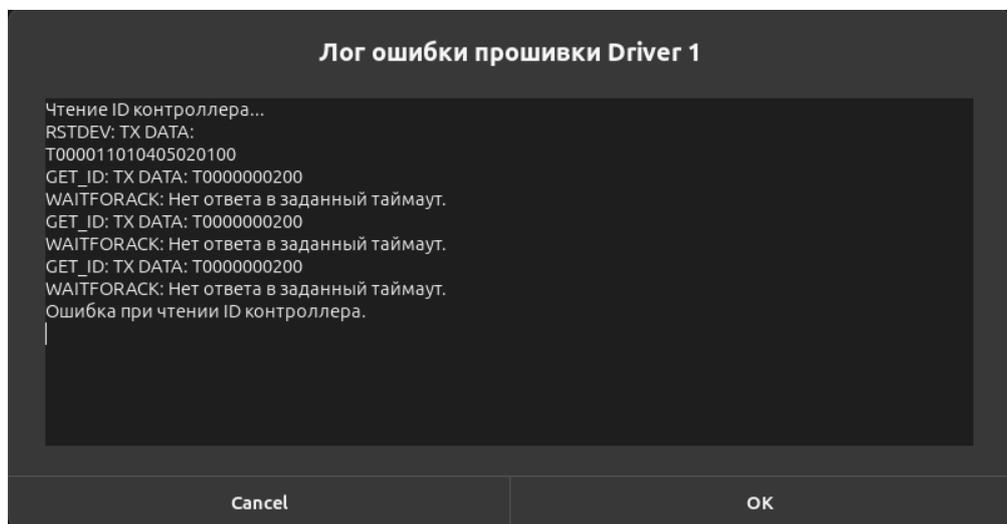

Рисунок II-66 – Лог ошибки прошивки
- 8) Нажмите «ОК». Отобразится лог ошибки (см. Рисунок II-66).